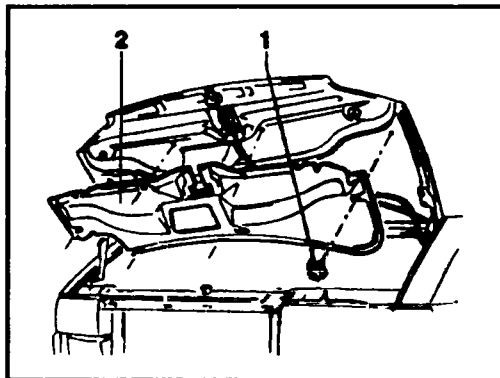
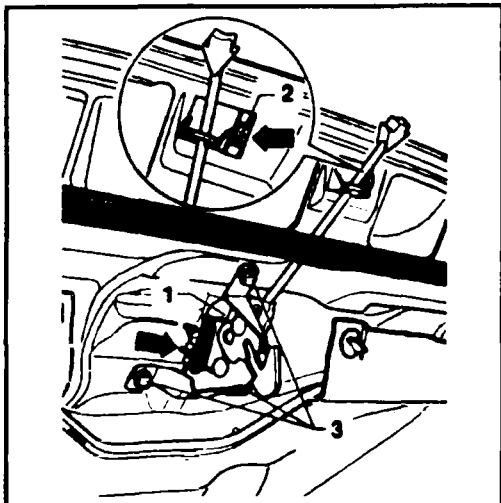

Рис. 10.15 Фиксаторы шумоизоляции капота
Рис. 10.16 Демонтаж упора капота
- ◆ Автомобили с шумоизоляционным покрытием крышки капота: откройте капот, поверните на 60° и удалите фиксаторы (1, рис. 10.15).
- ◆ Снимите шумоизоляционное покрытие (2).
- ◆ Язычок фиксатора (2) рычага замка капота (см. рис. 10.16) нажмите по стрелке и отсоедините фиксатор от крышки капота.
- ◆ Пометьте монтажное положение замка капота. Для этого головки болтов (3) надо обвести фломастером.
- ◆ Выверните болты (3).
- ◆ Снимите замок капота (1) и отсоедините от него (см. по стрелке).